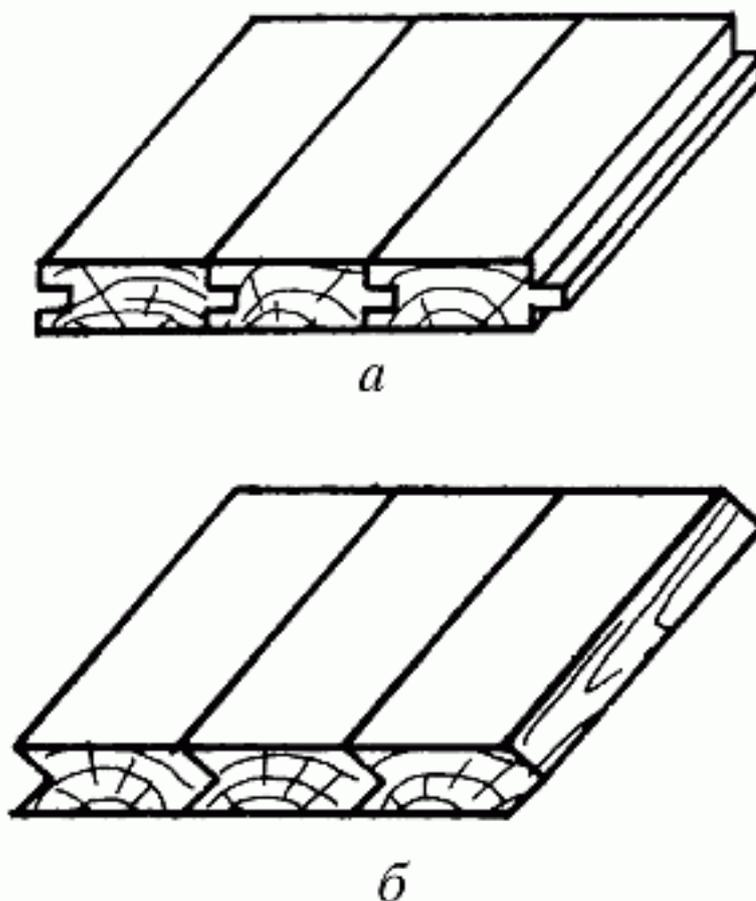

Рис. 23. Сплачивание: а – в треугольный паз и гребень; б – в прямоугольный паз и гребень
*Боковое соединение в паз и гребень* имеет несколько типов в зависимости от качества гребня. Этот паз может быть как треугольным (рис. 23, а), так и прямоугольным (рис. 23, б). Первый тип чаще всего используется при устройстве паркета, второй применяется при составлении полотна для двери. Обе эти конструкции требуют дополнительного закрепления клеем.